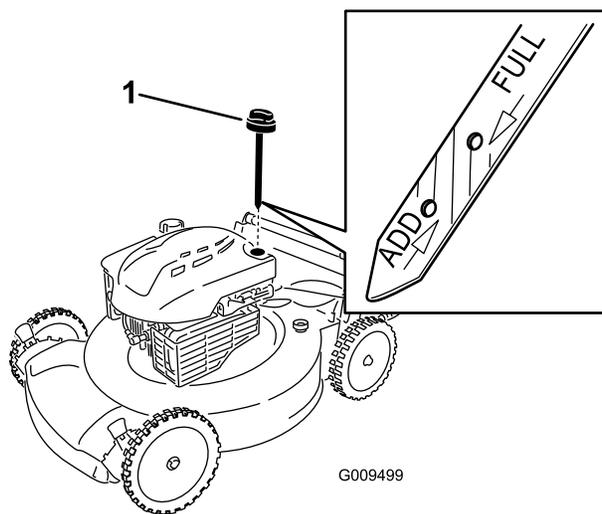

Рисунок 10
5. Определите уровень масла по отметкам на щупе (Рисунок 10).
- Если уровень масла ниже отметки «Долить» на масляном щупе, медленно залейте небольшое количество масла в заливную горловину маслобака, подождите 3 минуты и повторите операции с 3 по 5 до повышения уровня масла до отметки «Полный» на масляном щупе (Рисунок 10).
2. Извлеките масломерный щуп (Рисунок 10).